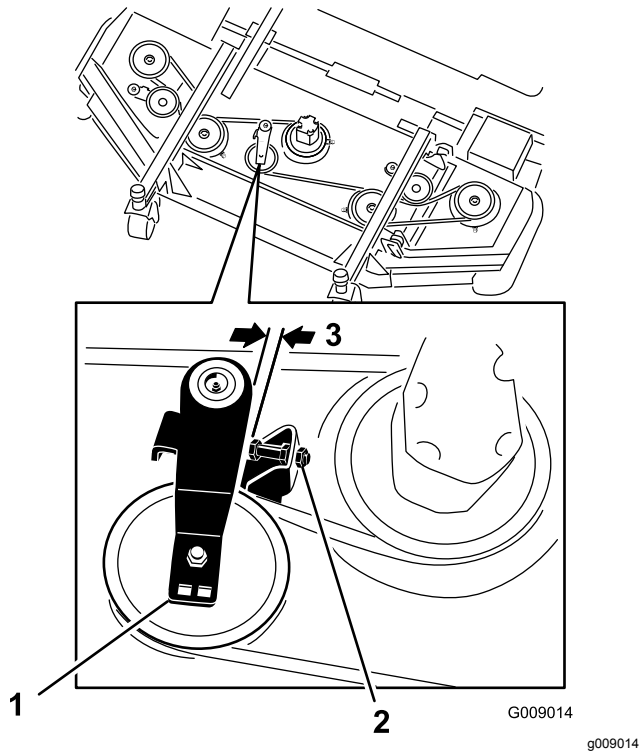

Figura 124
3. En la carcasa delantera central, afloje las contratuercas del tornillo de tope de la polea tensora y enrosque el tornillo de tope en el soporte (Figura 124).
4. Con una llave de carraca u otra herramienta similar, aleje la polea tensora de cada carcasa lateral de la correa de transmisión para aliviar la tensión de la correa y poderla retirar de la polea de la carcasa lateral (Figura 124).